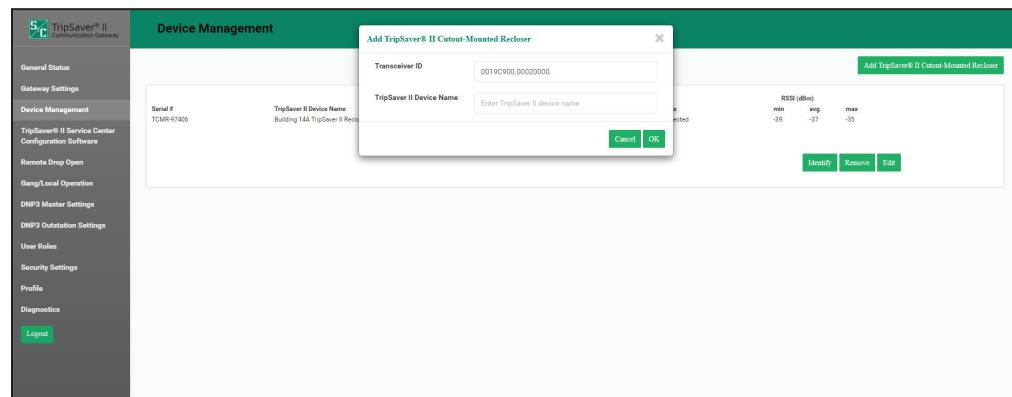

Figura 7. Pantalla de Gestión de Dispositivos.
- PASO 3.** Vaya a la pantalla *Device Management* (*Gestión de Dispositivos*). Ver la Figura 7.